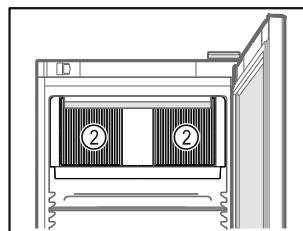

Fig. 79
- Дръжте вентилационните отвори Fig. 79 (2) на циркуляционния вентилатор във вътрешността свободни.